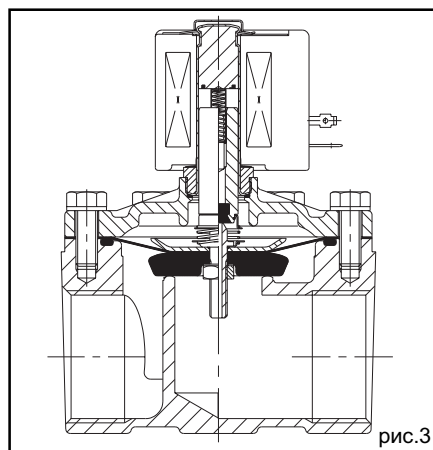

рис.3
- б. Мембрана или поршень принудительного подъема, которые механически удерживаются в открытом положении сердечником и работают на перепаде давления от нуля до максимума. (Рис. 3)